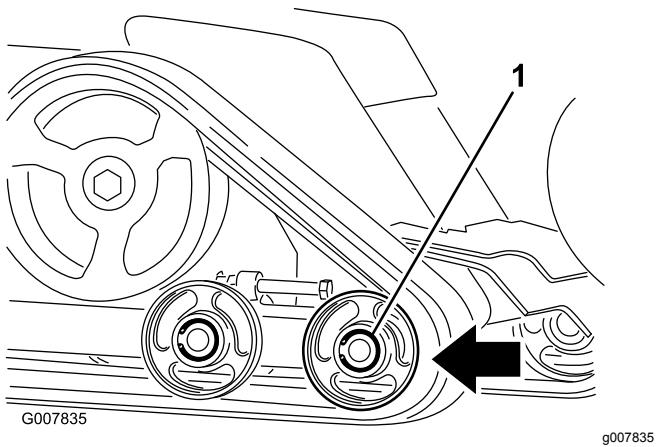

Figure 44
- Lorsque la chenille est déchaussée, déposez-la de la machine (Figure 44).
- Pour installer une chenille neuve, commencez par l'enrouler autour de la roue d'entraînement, en vérifiant que les crampons s'engagent correctement entre les entretoises sur la couronne (Figure 44).
- Poussez la chenille sous et entre les galets de roulement arrière et central (Figure 44).